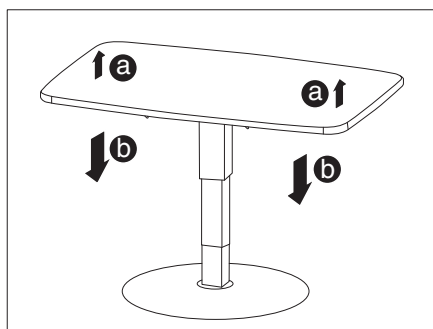

Fig. 53 Tavolo di sollevamento
- Sollevare brevemente il piano del tavolo (Fig. 53,a) e poi spingere verso il basso (Fig. 53,b), fino a raggiungere l'altezza desiderata.